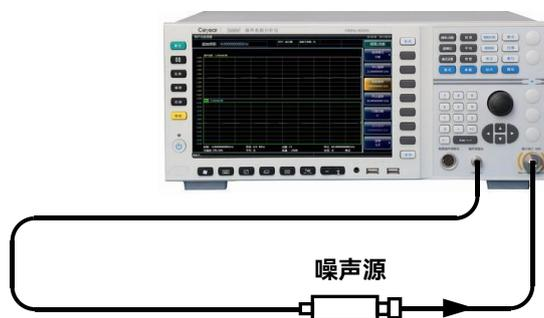

图 3.30 校准连接
**步骤3.** 校准连接，将噪声源输出直接与噪声系数分析仪输入连接，如图3.30所示。